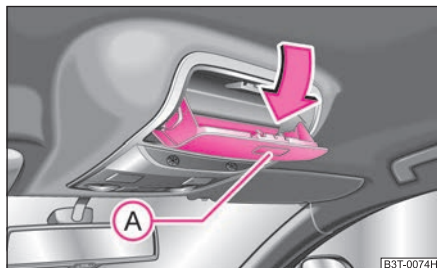

Fig. 96 Sector del revestimiento interior del techo: portagafas
- Presione la tecla **A** - el portaobjetos se abatirá hacia abajo ⇒ fig. 96.